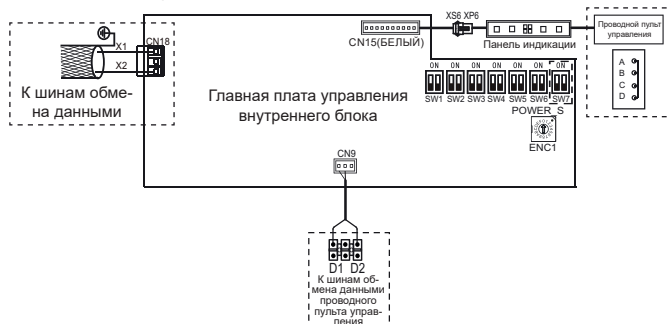

Рисунок 6.10
- Разъемы X1, X2, D1, D2 на сторонах главной панели управления и разъем для одностороннего обмена данными (сторона панели индикации) предназначены для разных типов проводных пультов (см. рисунок 6.10).